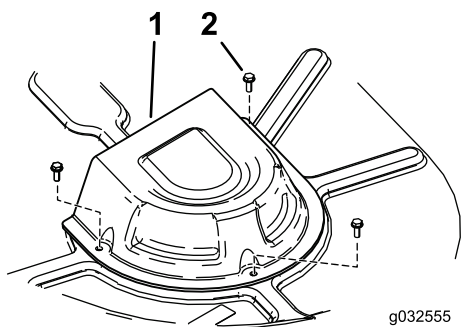

Figure 70
4. Déposez les couvercles de poulie (Figure 70).